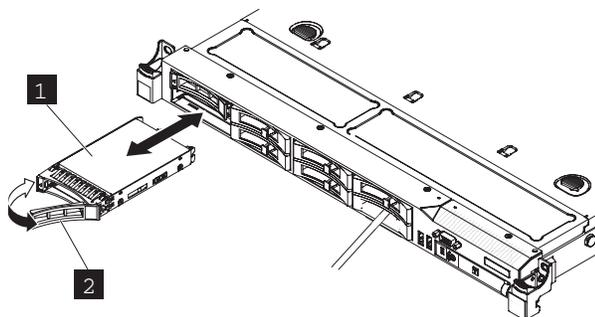

図 109. ソリッド・ステート・ドライブ (SSD) (SAN ポリウレーム・コントローラー 2145-CG8 の図)
- b. 図 109 に示すように、ドライブ・ハンドルを回転させて、開 (アンロック) 位置にします。